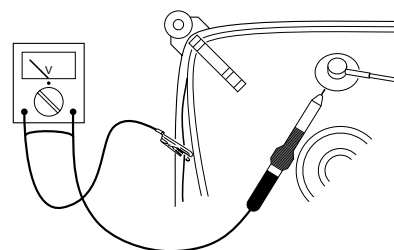

Figura 2-1
- Para evitar danos nos semicondutores, devem ser evitados centelhamentos de alta tensão. Para evitar danos ao cinescópico, o método mostrado na figura 2.1 deve ser utilizado para descarregá-lo. Utilize uma ponta de prova de alta tensão e um voltímetro (posição DC-V), descarregue o cinescópico até que a tensão no multímetro seja 0V (após aproximadamente 30 segundos),